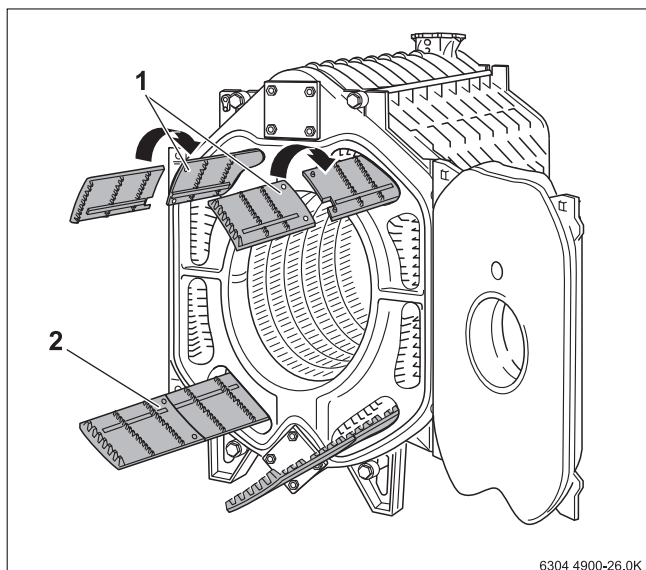
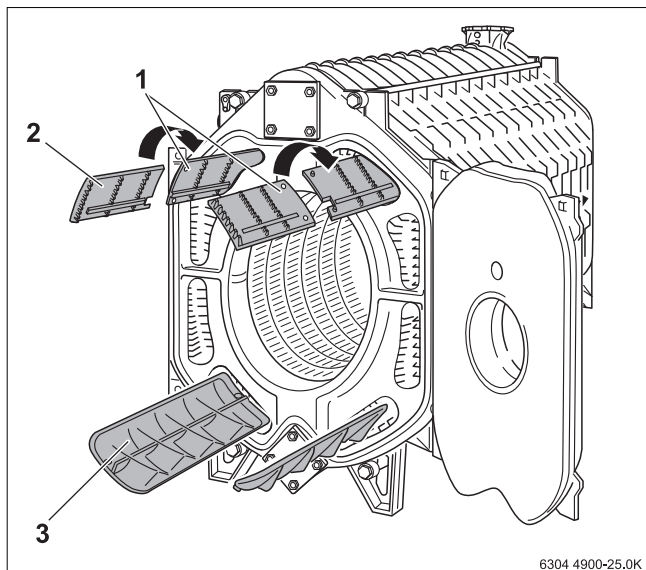
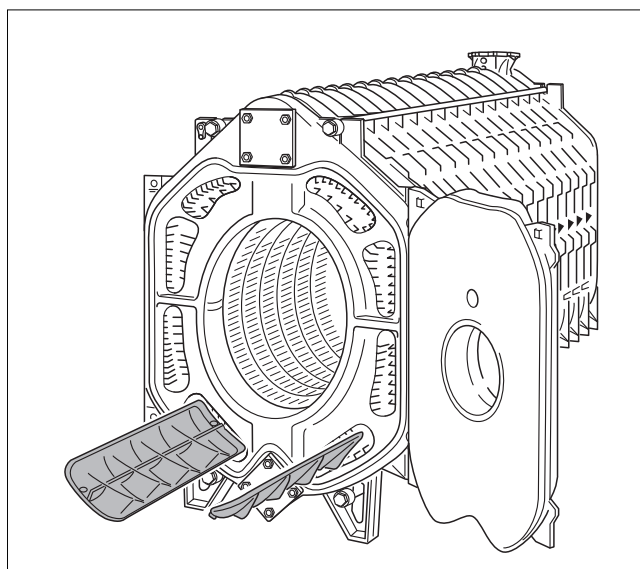

Рис. 30 Установка направляющих пластин дымовых газов (котловой блок из 9 секций)
Рис. 31 Установка направляющих пластин дымовых газов (котловой блок из 13 секций)
Рис. 32 Установка направляющих пластин дымовых газов (котловой блок из 15 секций)
→ На рис. 31, стр. 20 изображены вставленные части пластин.
- ▶ Выньте из ящика с элементами обшивки направляющие пластины дымовых газов и уложите их в соответствии с маркировкой в газоотводящих каналах (→ рис. 30, рис. 31, стр. 20, рис. 32, стр. 20 и следующую таб. 11, стр. 20).